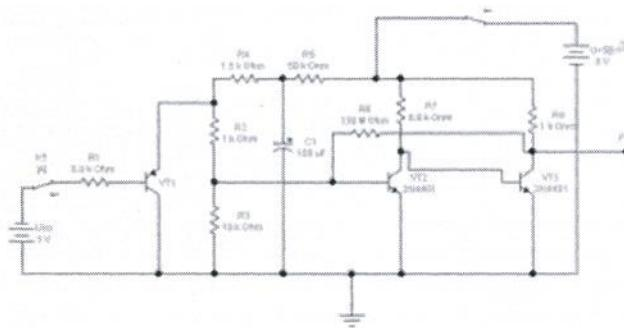

Рис. 5 Схема выработки сигнала PG.
1.2.3. Ознакомится с признаками исправной работы 2 варианта схемы выработки сигнала РG, для этого загрузить модель схемы - pg1.ewb.(Рис.5) Установить исходное состояние переключателей K1-вниз, K2-вверх. Выполнить подключение осциллографа к сигналу PG. Включить схему, переключив K2 в положение низ, имитируя поступление на схему выработанного БП напряжения +5В, ознакомится с работой схемы, выполнить, с помощью осциллографа, измерение времени задержки времени появления сигнала PG - tPG, переключив K1 в положение вверх, имитируя поступление на схему защиты большого по величине сигнала ошибки, что соответствует короткому замыкания на выходе БП. Зарисовать полученные осциллограммы, отметив момент замыкания переключателя K1.